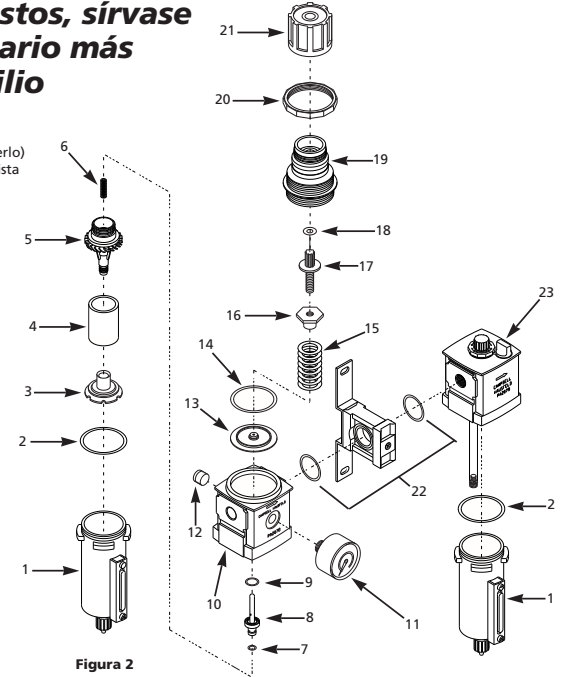

Figura 2
3. Gire todo el ensamblaje de la perilla en sentido contrario a las agujas del reloj para desconectarlo (Vea la Figura 2).